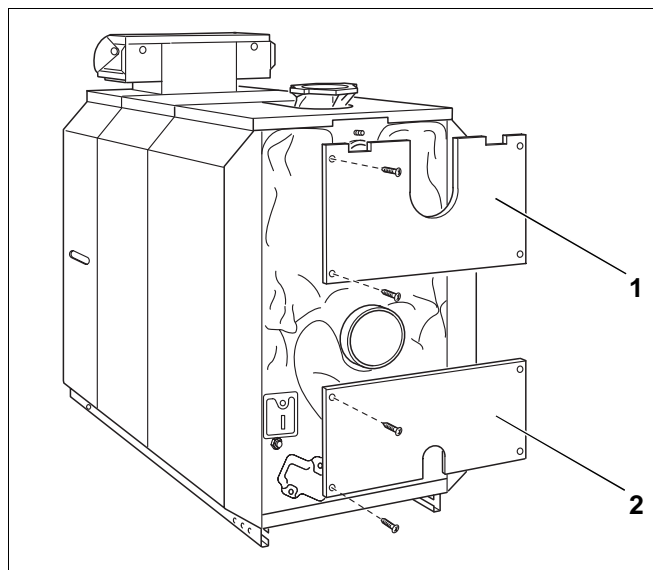

Рис. 46
- Верхнюю заднюю стенку котла (рис. 46, **поз. 1**) закрепить винтами к верхней крышке и боковым стенкам.
- Нижнюю заднюю стенку (рис. 46, **поз. 2**) с вырезом для патрубка наполнения и спуска воды, направленным вниз, закрепить винтами к боковым стенкам.
i Болты частично закрыты облицовкой (рис. 46 на стр. 25) и их можно отвернуть через отверстия в передней стенке только после снятия двух первых боковых стенок (с отверстиями для рук).